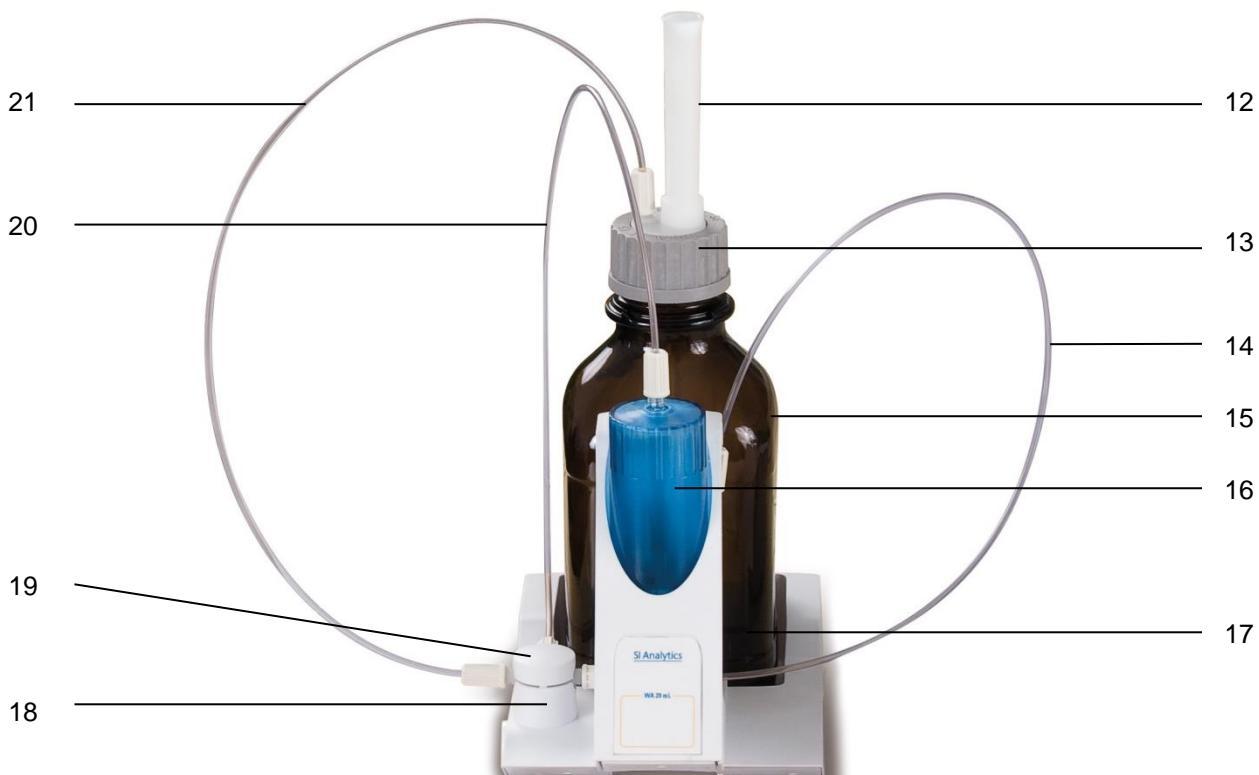

Abb. 9
Abb. 9 zeigt eine komplett zusammengebaute Wechselseinheit.
2. Den Ventildeckel auf das Ventil wie abgebildet (Abb. 9) aufstecken.